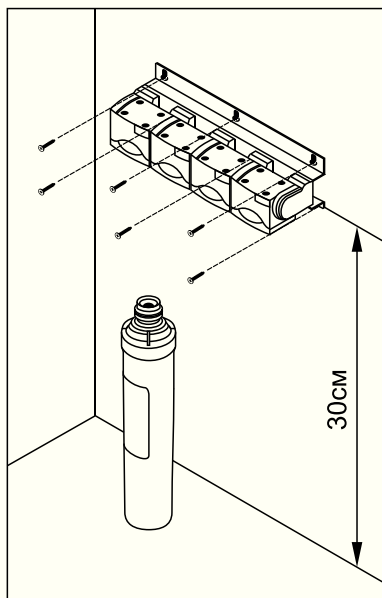

Рис. 6 Установите блок крепления фильтров
Установите в подходящем месте **блок крепления фильтров** ① под раковиной на расстоянии более чем 30 см от пола. Если вы установите его ниже, замена фильтров и эксплуатация водоочистителя будет невозможна (Рис. 6).